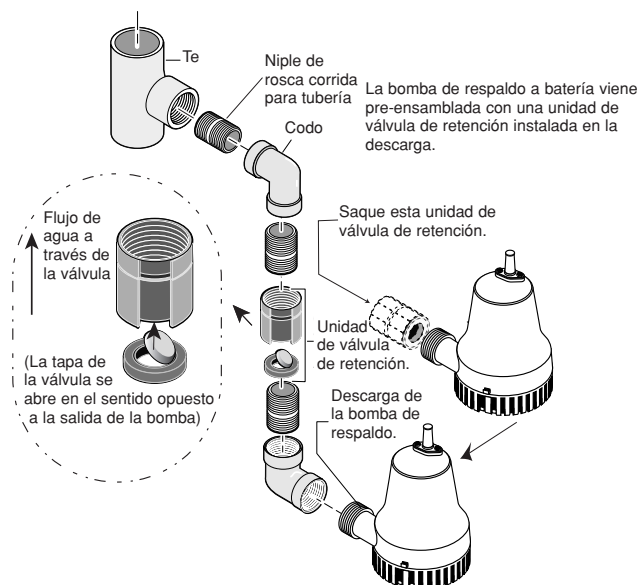

Figura 3 - Saque la válvula de retención pre-ensamblada
- Saque la unidad de la válvula de retención (Clave No. 4 en la página 37) de la descarga de la bomba de respaldo a batería (Clave No. 5) y déjela a un lado. Consulte la Figura 3. La unidad de válvula de retención se usará más tarde, durante el ensamblaje.
AVISO: Verifique que la válvula de retención se haya instalado en la dirección correcta. Consulte el primer dibujo en la Figura 3.